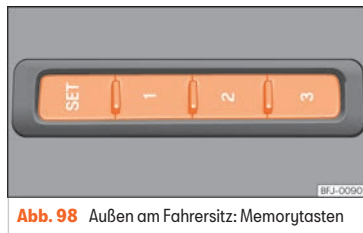

Abb. 98 Außen am Fahrersitz: Memorytasten
- Taste **SET** länger als 1 Sekunde drücken »» (Abb. 98).